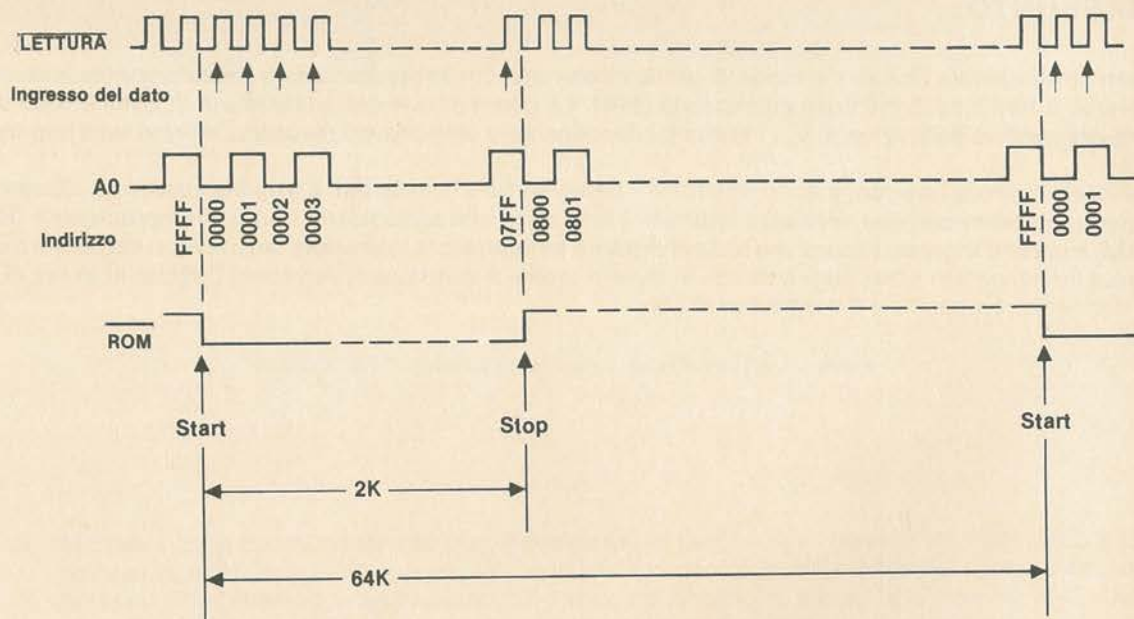

Figura 17-8. Nel corso del test della ROM in free-run i dati vengono campionati solo durante i 2K indirizzi in cui viene letta la ROM
- A) Verificate che il  $\mu$ Lab si trovi ancora nel modo free-run (fate riferimento all'Esperimento 17-1). Collegate le sonde di START e STOP dell'analizzatore al punto indicato con ROM. Predisponete l'ingresso di START per il fronte di discesa (interruttore premuto) e lasciate il pulsante STOP sul fronte di salita (interruttore rilasciato). In questo caso la finestra di misurazione inizia alla prima lettura in ROM (quando la linea di abilitazione ROM diventa bassa, in corrispondenza dell'indirizzo 0000) e si chiude giusto dopo che è stata letta l'ultima locazione della ROM (quando l'abilitazione della ROM ridiviene alta, in corrispondenza dell'indirizzo 0800). Sebbene questa finestra di misurazione contenga solamente 2K indirizzi, il microprocessore opera ancora in free-run, all'interno della lunga sequenza di 64K. Tuttavia l'analizzatore di firma sta ora prendendo in considerazione solamente quei 2K cicli della sequenza durante i quali la ROM è abilitata (Figura 17-8).